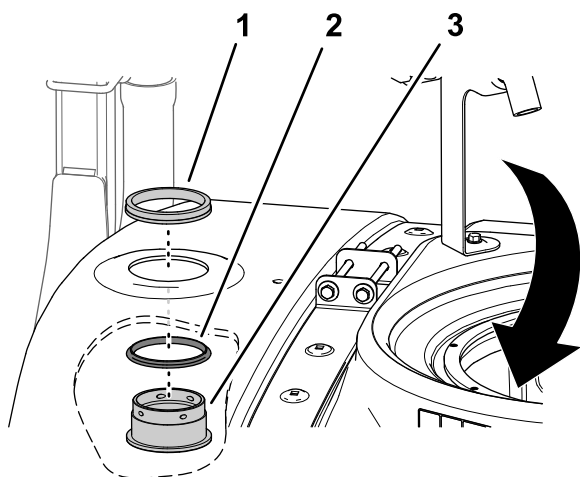

Figura 27
1. Instalezi garnitura de etanare pe fittingul plăcii despăritoare (Figura 27).
2. Instalezi fittingul plăcii despăritoare și garnitura de etanare prin gaura creată la Realizarea de orificii în rezervor \(Pagină 15\), din interiorul rezervorului (Figura 27).
3. Fixezi placa despăritoare de rezervor cu ajutorul inelului de blocare (Figura 27).